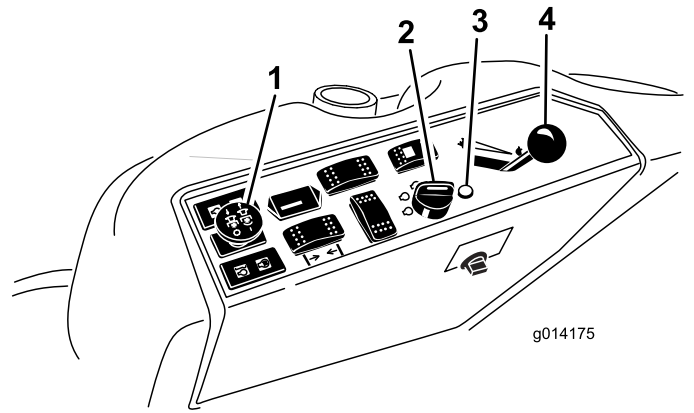

图 20
4. 将动力输出PTO开关移至关闭位置图 20。
5. 将油门杆移至快速与慢速的中间位置图 20。